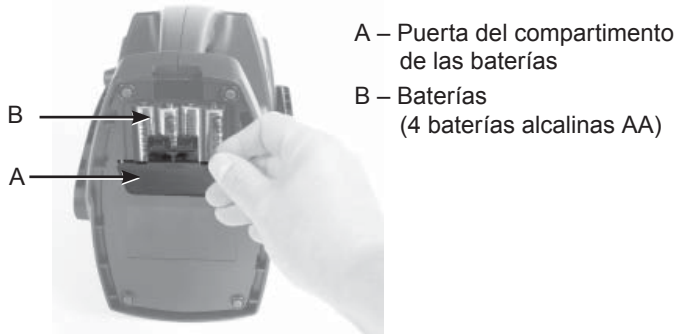

Figura 18. Cómo quitar la puerta del compartimento de las baterías
1. Quite la puerta del compartimento de baterías (A) (Figura 18)
2. Retire y elimine correctamente las cuatro baterías alcalinas AA (B)
3. Reemplace con 4 baterías alcalinas AA nuevas (B) (preste mucha atención a la polaridad de las baterías (+))
4. Vuelva a instalar firmemente la puerta del compartimento de baterías (A).